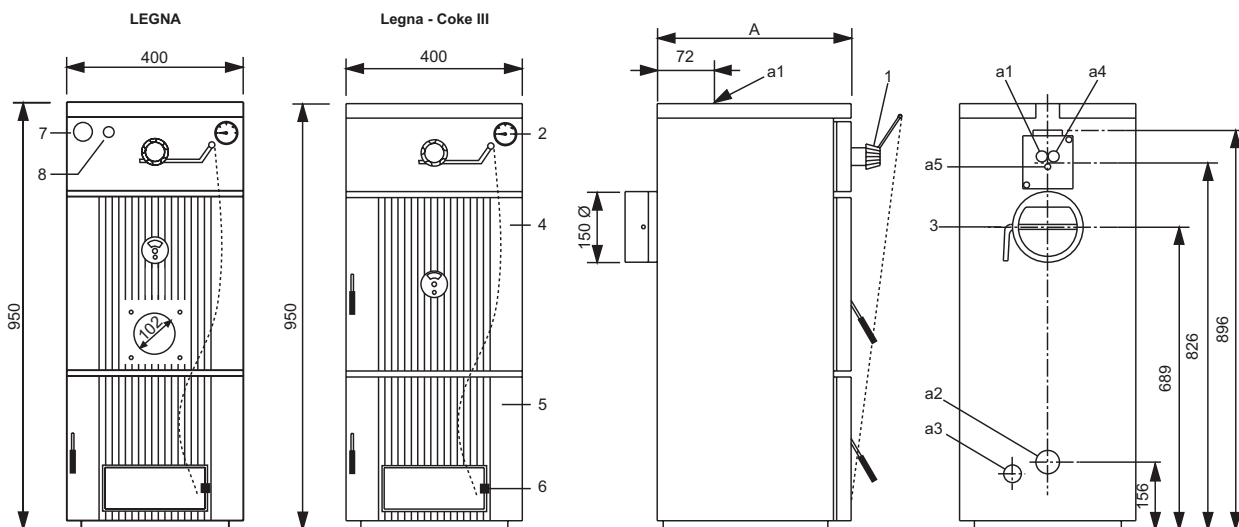

fig. 2
1. Montare la valvola di sicurezza "P" sull'uscita del serpentino "N" rispettando il senso indicato dalla freccia. Inserire la sonda "Q" della valvola nell'apposita guaina "a5" (fig. 2). Collegare l'ingresso acqua direttamente al serpentino di sicurezza. Collegare l'uscita alla valvola.